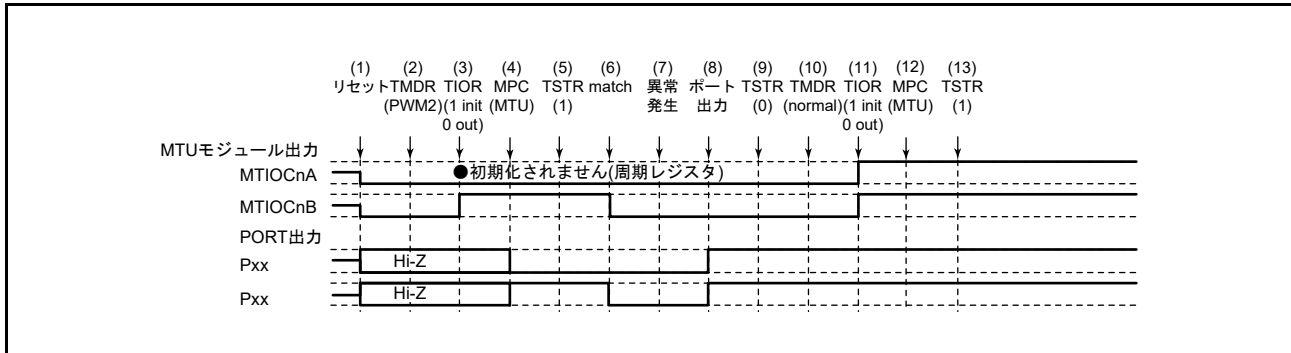

図 19.164 PWM モード 2 で異常が発生し、ノーマルモードで復帰する場合
PWM モード 2 で異常が発生し、再設定後ノーマルモードで再スタートする場合の説明図を図 19.164 に示します。
(1) ~ (9) は図 19.164 と共通です。
(10) PWM モード 1 を設定します。
(11) TIOR レジスタで端子を初期化してください (PWM モード 1 では MTIOcNB (MTIOcND) 端子に波形が出力されません。出力すべきレベルがある場合は、I/O ポートのポート方向レジスタ (PDR)、ポート出力データレジスタ (PODR) で汎用出力ポートの設定をしてください)。
(12) MPC と I/O ポートのポートモードレジスタ (PMR) で MTU 出力としてください。
(13) TSTRA レジスタで再スタートします。
(10) PWM モード 2 で再スタートする場合には必要ありません。
(11) TIOR レジスタで端子を初期化してください (PWM モード 2 では周期レジスタの端子に波形が出力されません。出力すべきレベルがある場合は、I/O ポートのポート方向レジスタ (PDR)、ポート出力データレジスタ (PODR) で汎用出力ポートの設定をしてください)。